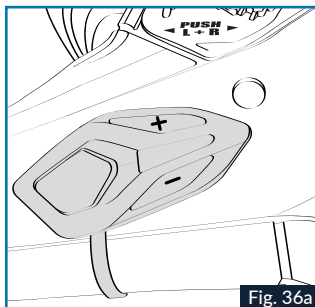
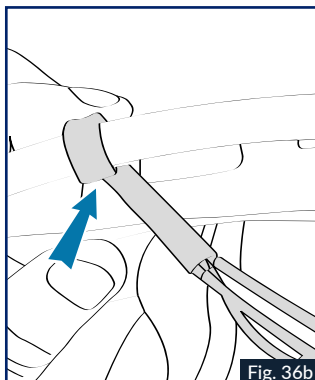

Fig. 36a
Fig. 36b
8. Pegar el teclado principal en la ubicación preestablecida (Fig. 36a), usando la cinta doble faz suministrada en el teclado, insertar el cable plano entre la calota y la almohadilla de mejilla de poliestireno a la izquierda de la línea de enganche (pieza roja), tal como se indica en la Fig. 36b.